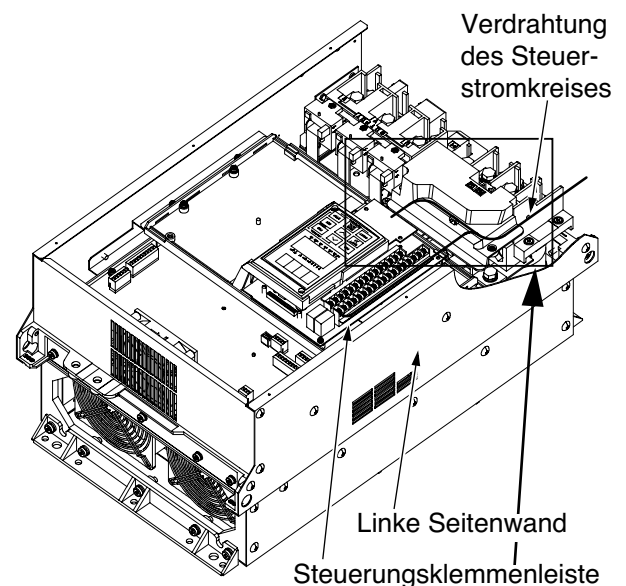

Bild 2-3-12 Führung der Steuerverdrahtung
1. Verlegen Sie die Steuerverdrahtung wie in Bild 2-3-12 dargestellt auf der linken Seite des Gerätes.